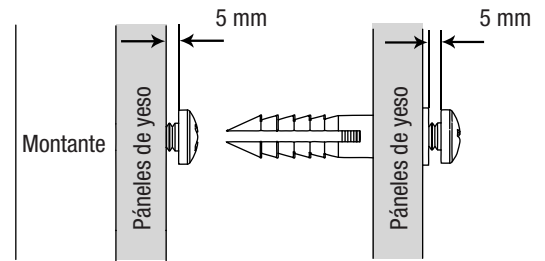

Figura 2
PASO 2: Perfore los orificios guía con una broca de 2,5 mm (3/32") en las ubicaciones marcadas. Si hay un montante presente, inserte y asegure el tornillo dejando una brecha de 5 mm. Si no hay un montante presente, utilice una broca de 5 mm (3/16") para agrandar el orificio de 2,5 mm, luego inserte el anclaje y asegure el tornillo en el anclaje, dejando una brecha de 5 mm como se muestra en la **Figura 2**.